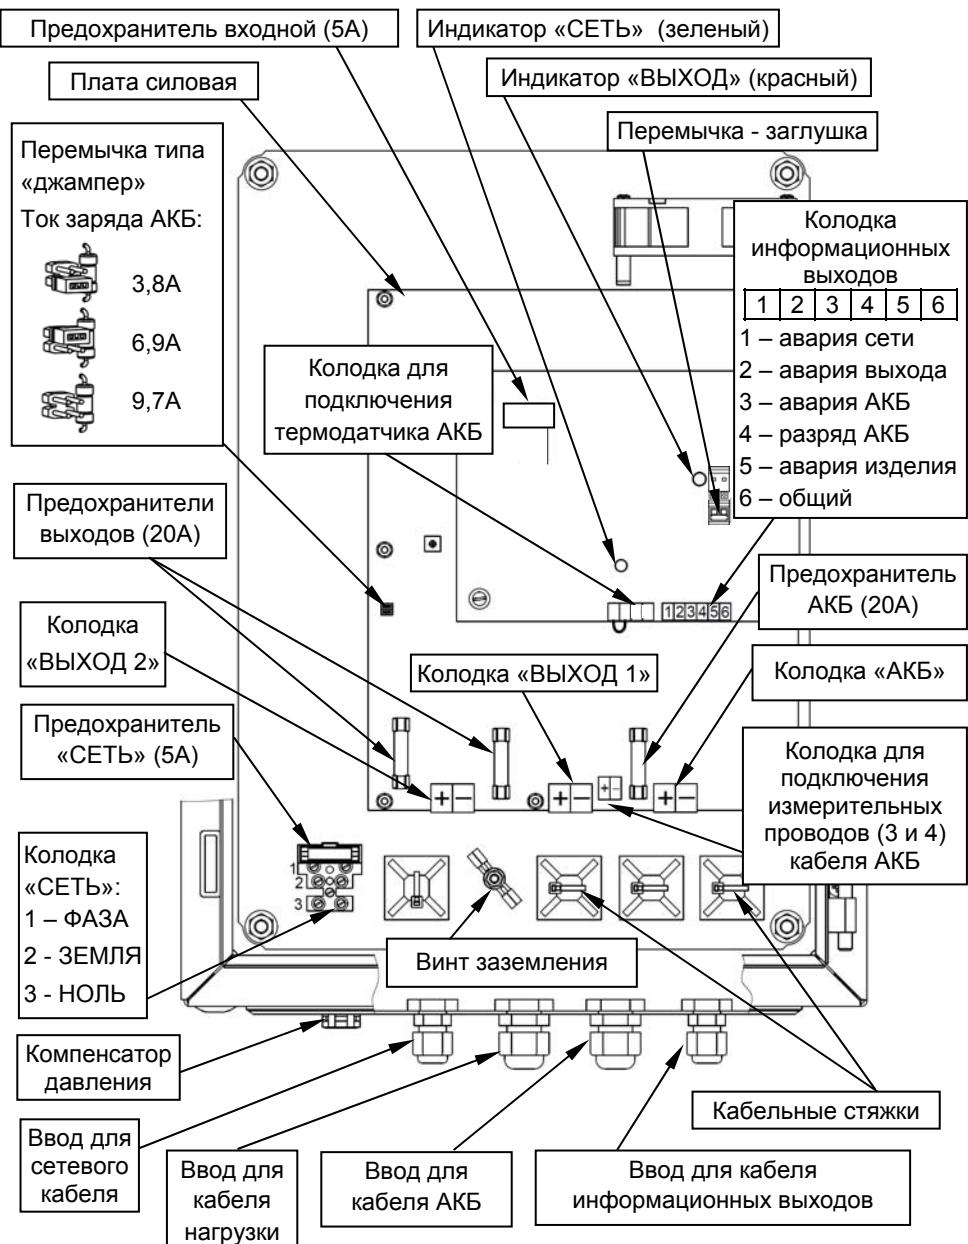

Рисунок 2 - вид изделия с открытой дверцей
Подвод проводов сетевого питания, выходной нагрузки и АКБ осуществляется через герметичные кабельные вводы, установленные на нижней стенке корпуса (см. рисунок 2). При открытой дверце осуществляется доступ к печатным платам изделия и расположенными на них предохранителям, перемычкам, клеммным колодкам и индикаторам «СЕТЬ» (зеленого цвета) и «ВЫХОД» (красного цвета).
Изделие обеспечивает ограничение тока заряда АКБ. Выбор одного из трех значений ограничения тока заряда АКБ осуществляется установкой/удалением соответствующей перемычки типа «джампер» (см. рисунок 2) в соответствии с рекомендациями таблицы 2.
Схемой источника предусмотрен разъем, контакты которого замкнуты предустановленной перемычкой-заглушкой ( заводская установка). Разъем расположен на плате управления (см. рисунок 2) и предназначен для подключения внешнего управляющего контакта «ВЫХОД» (например: контакт внешнего реле, кнопки или тумблера).
Подключение внешних цепей к изделию в соответствии с назначением клемм подключения (см рисунок 2) следует выполнять в следующей последовательности:
- провод заземления подключить к клемме 2 (ЗЕМЛЯ) на колодке «СЕТЬ» (см. рисунок 2).
- установить перемычками требуемое значение ограничения тока заряда АКБ (см. рисунок 2 и таблицу 2);